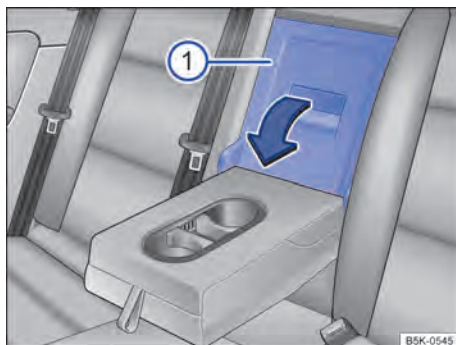

Fig. 94 No encosto do banco traseiro: abrir o dispositivo para transporte de objetos longos.
- Puxar a alavanca de destravamento no sentido da seta e rebater a tampa do dispositivo para transporte de objetos longos → Fig. 94 ① totalmente para frente.